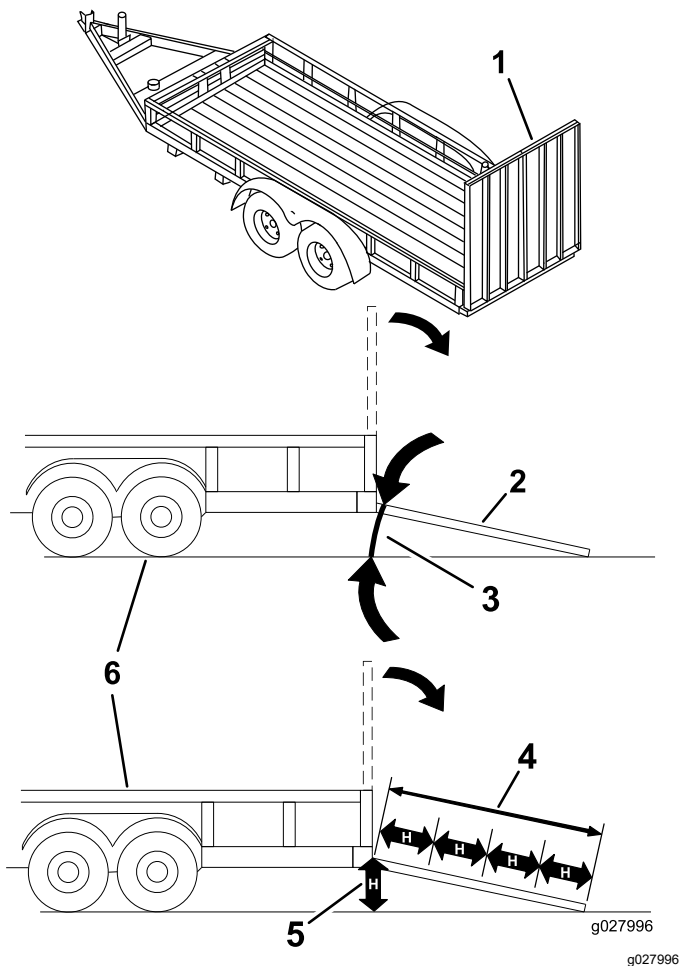

Figure 32
Le chargement d'une machine sur une remorque ou un camion augmente les risques de renversement et peut provoquer des blessures graves voire mortelles (Figure 32).
1. Abaissez la rampe pour que l'angle avec le sol ne dépasse pas 15 degrés (Figure 32).